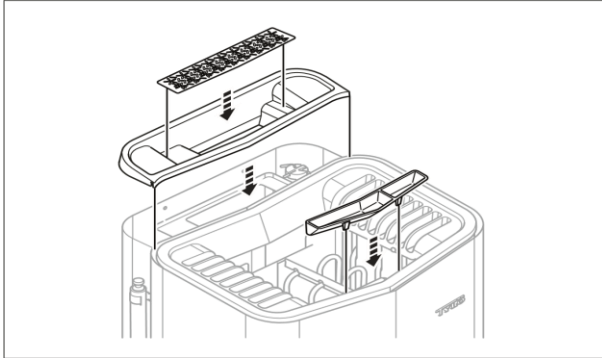

Fig. 13: Montaggio del coperchio per il serbatoio dell'acqua, della griglia delle erbe e del portapropumi/umidificatore d'aria Pure.
11. Fit the cover for the water reservoir, herb grille and fragrance holder/air humidifier (see Figure 13).